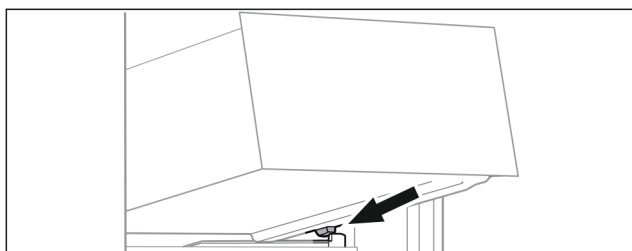

Fig. 60
- ▶ Nasadte zásuvku šikmo za zářáčky na žebrování na nádoby. (viz Fig. 60)